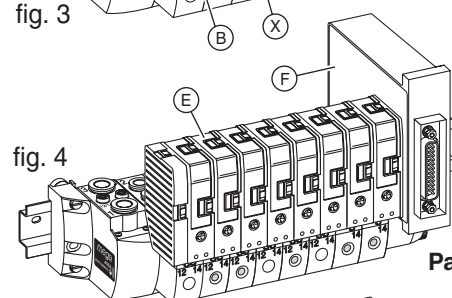

fig. 4
■ MULTIFILAIRE : MULTIPOL IP65 (fig. 4)